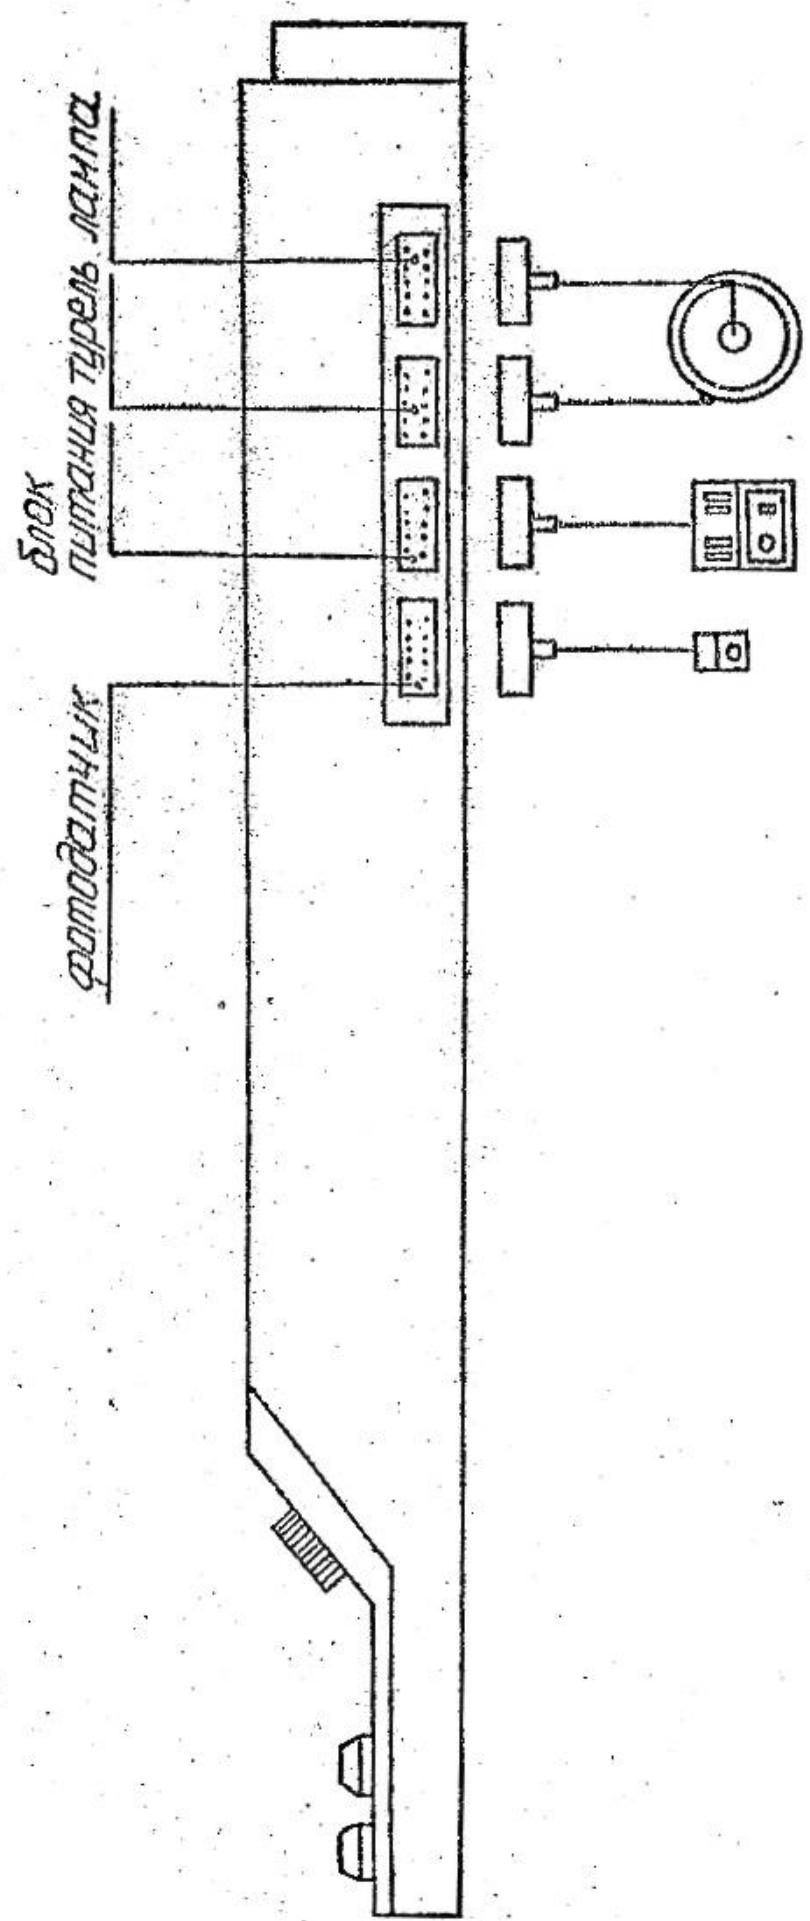

Рис. 4
6.2. Подключить фотодатчик выносной поз.2 рис.1, блок питания поз.4 рис.1, блок комбинированный поз.3 рис.1 к разъемам блока управления поз.1 рис.1 в соответствии с рис.4.